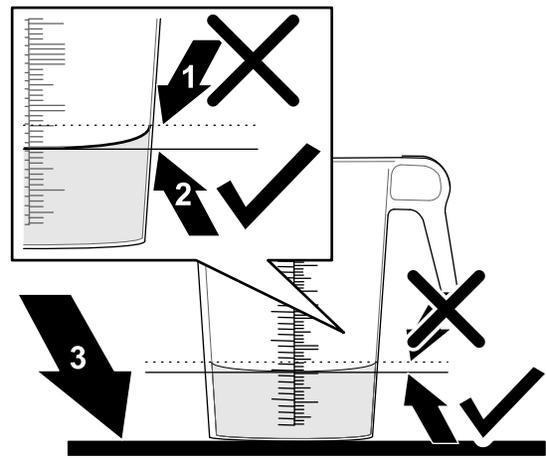

Figura 35
- Ponga el recipiente graduado en una superficie nivelada y observe el volumen de fluido (Figura 35).